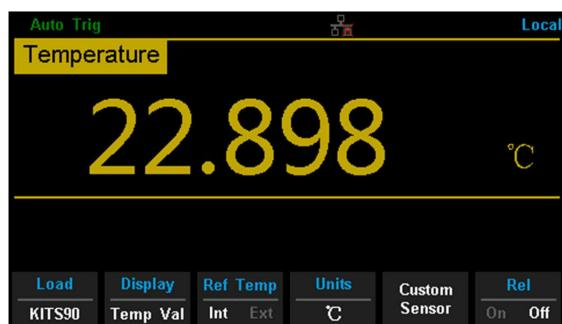

図 2-27 温度測定インターフェース
- 前面パネルの **[Temp]** を押して温度測定インターフェースに入ります（図 2-27 参照）。